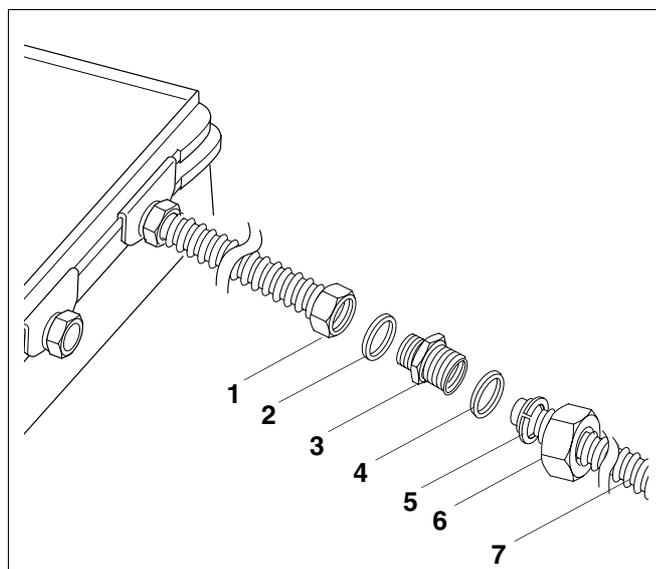

Fig. 2 Montage du flexible inox sur le raccord de départ
- Mettez les joints en place (fig. 2, **pos. 2 et 4**) suivant le graphique.
- Vissez l'embout de réduction R $\frac{3}{4}$ × R1 (fig. 2, **pos. 3**) dans l'écrou-raccord de la conduite de raccordement (fig. 2, **pos. 1**).
- Vissez (fig. 2, **pos. 7**) l'écrou-raccord pré-monté Rp1 sur le flexible en inox (fig. 2, **pos. 6**) sur l'embout de réduction R $\frac{3}{4}$ × R1 (fig. 2, **pos. 3**).